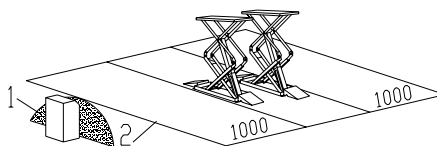

Fig.5
Tijdens stijg- en daalbewegingen moet de bediener zich in de bedieningszone (1) bevinden, zoals aangegeven in Fig.5. De aanwezigheid van personen in de veiligheidszone (2) is ten strengste verboden. De aanwezigheid van personen onder het voertuig is alleen toegestaan als het voertuig geparkeerd is in de geheven stand.